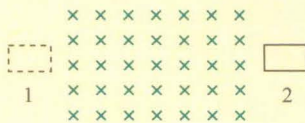

图1-2-5 线圈在匀强磁场中通过
2. 如图1-2-5所示, 让闭合线圈由位置1匀速通过一个匀强磁场运动到位置2. 线圈在运动过程中, 什么时候有感应电流, 什么时候没有感应电流? 为什么?